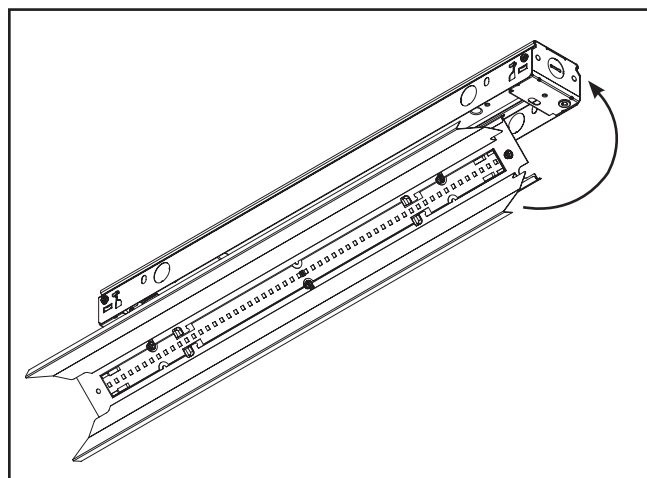

Figura 3.
3. Cierre la cubierta del canal. (Figura 3.)